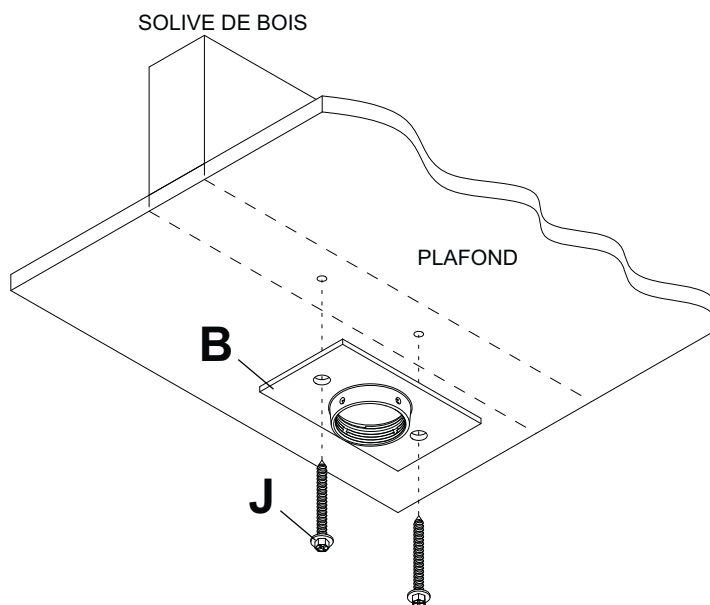

fig. 1.1
- 1** Percez deux trous de 5/32 po (4 mm) de dia. à une profondeur minimale de 2,5 po (64 mm). Fixez la plaque de plafond (**B**) au plafond avec deux vis à bois no 14 x 2,5 po (**J**) à l'aide d'une clé à douille de 3/8 po (10 mm) comme illustré à la figure 1.1.